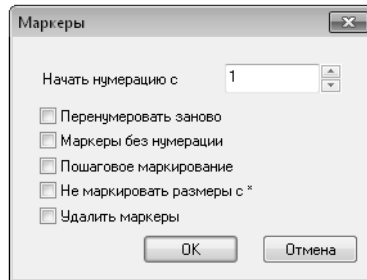

Рис. 6.14.
23. В открывшемся диалоге **Маркеры** (рис. 6.14) можно установить параметры выполняемой маркировки. Оставьте в нем все без изменений и нажмите **ОК**.